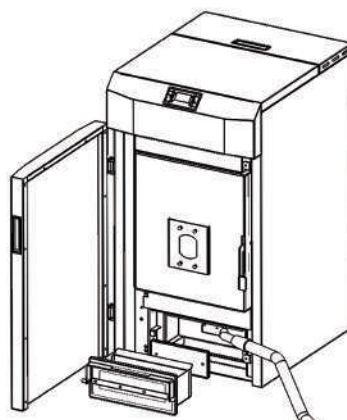

Fig. 6
- Estrarre il cassetto raccogli-cenere e svitare i dadi esagonali (chiave da 10) del tappo d'ispezione. Estrarre il tappo d'ispezione e aspirare i residui di cenere; (Fig. 6)